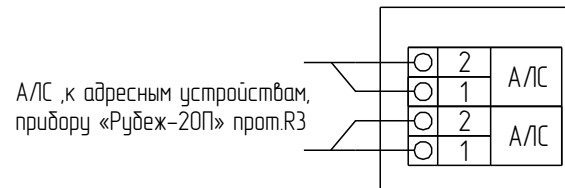

Рисунок 2 - Плата извещателя
5.2 Внешний вид извещателя приведен на рисунке 1. Извещатель состоит из основания, корпуса и защитной крышки. Внутри корпуса на основании установлена плата (см. рисунок 2).
6.10 Подключить провода АЛС к клеммной колодке (см. рисунок 2).